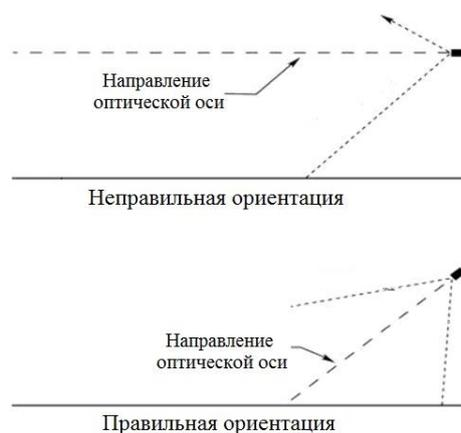

Рисунок 4.5 – Установка термокожуха с ИК-подсветкой по отношению к горизонту
4. ИК-подсветку рекомендуется нацеливать на объект по нисходящей под углом к горизонту, по крайней мере, $10-20$ градусов (Рисунок 4.5). Такая установка предотвращает скопление влаги на смотровых окнах.